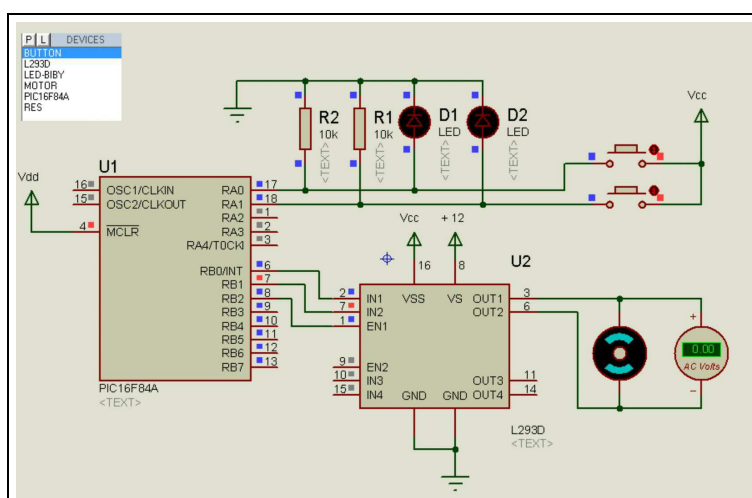

FIGURE 3.4: Schéma électronique « Commande du sens de rotation d'un moteur DC l'aide d'un PIC16F84A »
1. Réaliser le circuit de test (voir la figure 3.4) sous ISIS en utilisant :